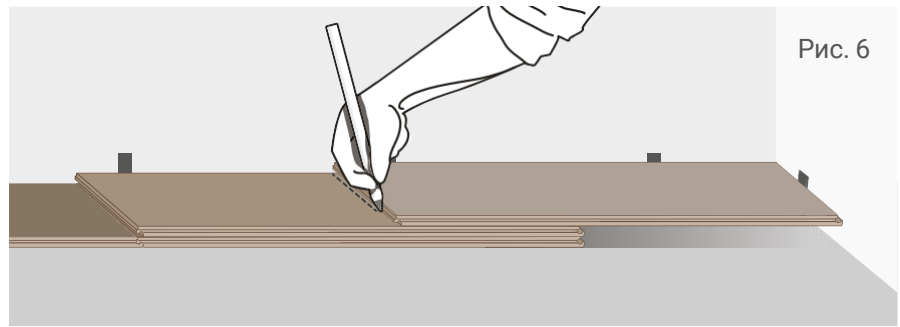

Рис. 6
- начертить карандашом линию на второй планке (см. рис. 6). Отрезать планку по прочерченной линии и уложить, для завершения ряда (рекомендуемая длина планки не менее 30 см).